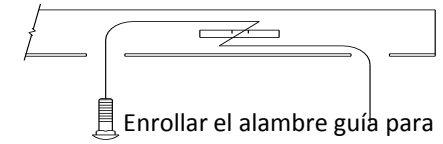

Figura 2
- Bajar el escape:** Extraer (4) colgantes de goma del escape usando las pinzas de extracción del escape u otra herramienta adecuada (rociar con agua jabonosa para facilitar esta tarea). Asegurarse de apoyar el sistema de escape.
- Insertar los pernos delanteros:** Usar el método de inserción (Figura 2) para instalar los pernos de carruaje y los bloques a través del orificio de acceso y dentro de los orificios de unión delanteros, dejar los alambres de insertar unidos.